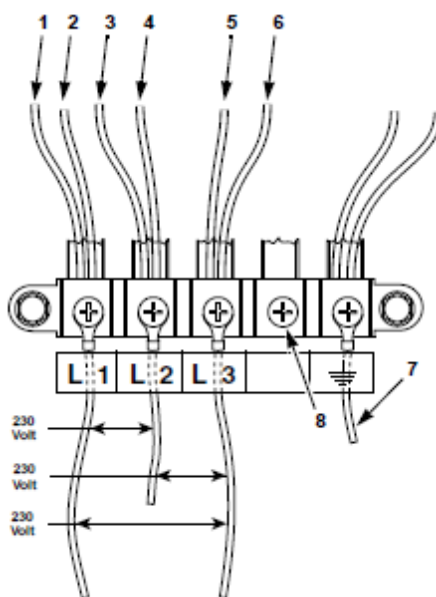

Рисунок 23
11. Разместите табличку 511568 (поставляется в комплекте) под клеммную колодку. Смотрите *Рисунок 23*.